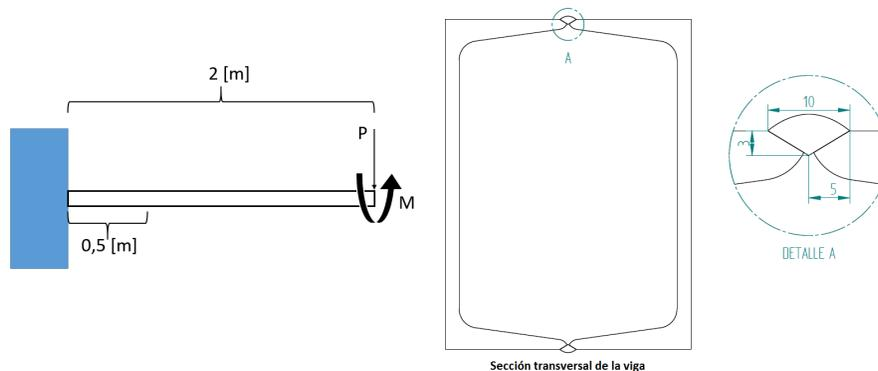

Figura 1: Sección de la viga y aplicación de la fuerza y momento. En el detalle A las cotas están en mm
**Problema** Se tiene una viga empotrada de 2 [metros] conformada por dos perfiles UPN 200 de material A36 (ver figura 1). Los perfiles se encuentran unidos con dos cordones de soldadura (uno arriba y otro abajo) realizados con un electrodo E6011 (norma AWS). La soldadura es intermitente con un largo de cordón de 150 mm y separados con el siguiente cordón por 50 mm. La viga se encuentra sometida a una fuerza  $P$  de 20 [kN] y momento  $M$  de 500 [Nm] como se muestra en la figura.